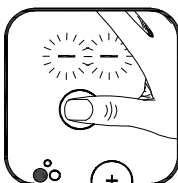

Figure 12
En fonction de l'épaisseur du plan de travail (A), il convient d'installer les deux crochets arrière comme indiqué sur les figures 12 et 22. Premiers trous pour plan de travail de 20 mm.